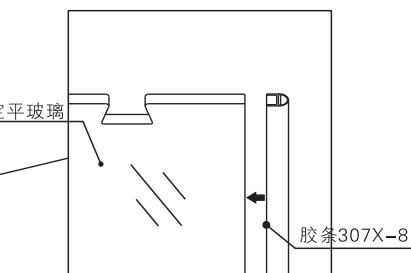
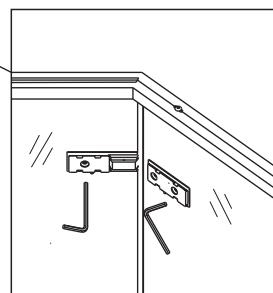

图5-1
图5-2
6.在安装合页之前，要先将胶条307X-8安装到开有合页孔的固定玻璃上，然后再将合页固定在固定玻璃上。待两个合页安装好后，再将活动玻璃安装到合页上。可以通过调节螺丝松紧度，使玻璃开关门流畅，然后再继续安装门拉手组件。(如图5-1，图5-2所示)。